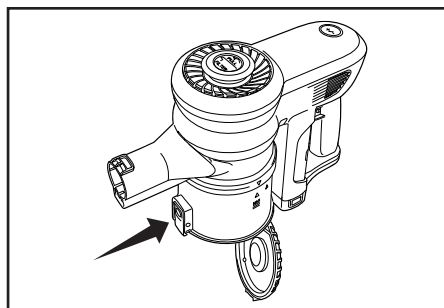

Fig. 1
3. Empuje el botón de liberación del depósito de polvo para liberar la parte inferior del depósito de polvo (fig. 1). La base se abrirá hacia abajo y los residuos caerán en el cesto de basura.